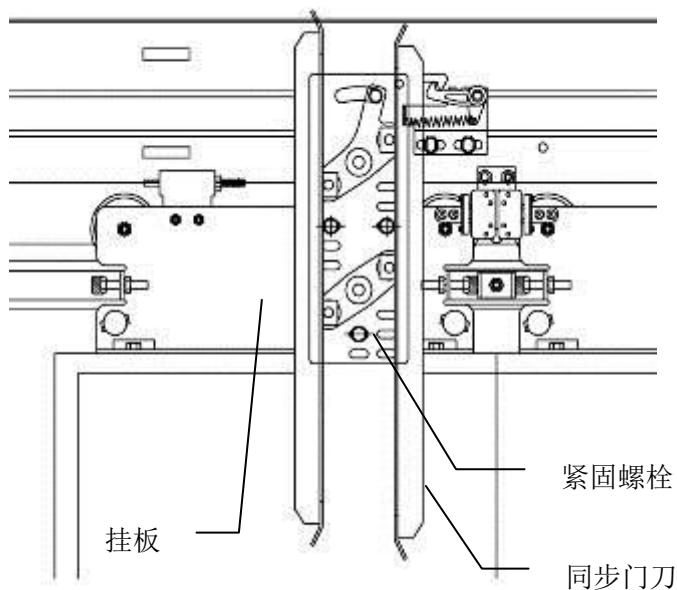

图 2-11 同步门刀的安装
3. 快轿门板与慢轿门板之间的叠差为 20mm，上下偏差不超过 $\pm 2\text{mm}$ 。见图 2-11 轿门装配主视图和图 2-10 轿门装配俯视图。
同步门刀通过紧固螺栓安装在门机快门挂板上，见图 2-11